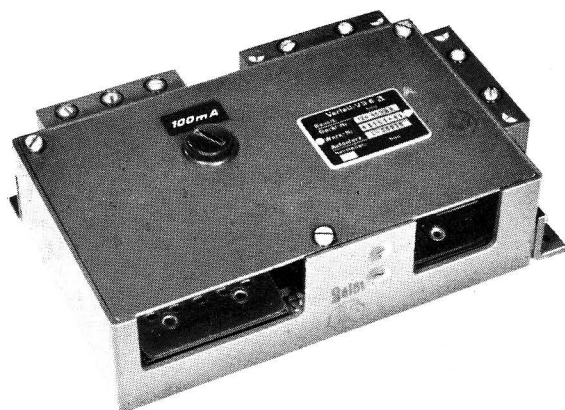
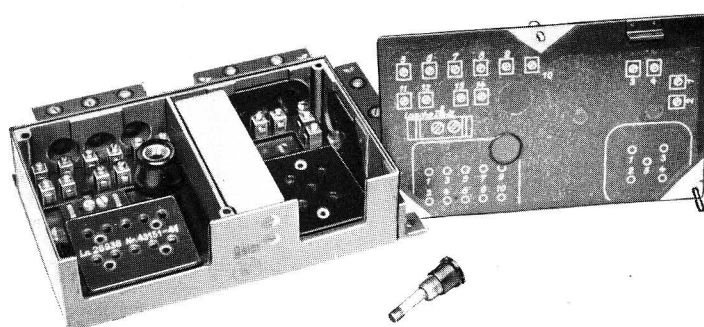

Abb. 23 Verteilerdose VD 6 a
Abb. 24 Verteilerdose VD 6 a (geöffnet)
42. Die Verteilerdose VD 6a (vgl. Abb. 23) dient zur elektrischen Verbindung zwischen der festen Verkabelung und dem Aufhängerahmen REZ 6b. Das Innere der Verteilerdose zeigt Abb. 24. In die rechte der beiden Kammern werden die Antennenleitungen über UKW-Siebglieder eingeführt. Die linke Kammer enthält die Anschlüsse für die Gleichstrom- und NF-Leitungen, ferner eine 100 mA-Sicherung und eine Umschaltflasche U 1 für den wahlweisen Anschluß von einem (Stellung b) oder zwei (Stellung a) Anzeigeelementen AFN 2. Die ankommenden Leitungen